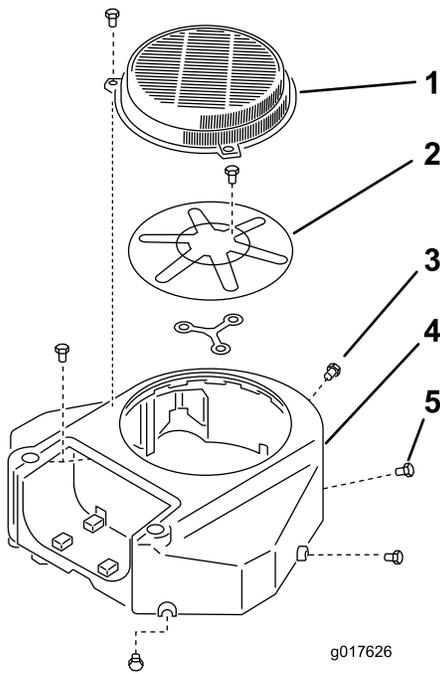

図 62
3. 吸気スクリーンとファンハウジングを取り外す（図 62）。
5. 吸気スクリーンとファンハウジングを取り付ける（図 62）。